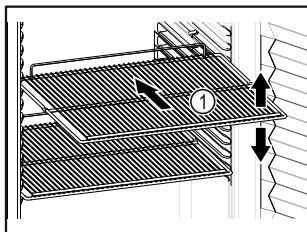

Fig. 70 Simbolična slika
- Če je odlagalna rešetka Fig. 70 (1) premična, jo prilagodite po višini.